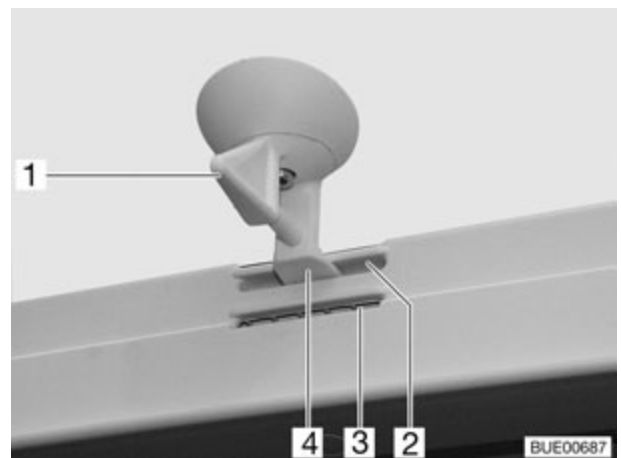
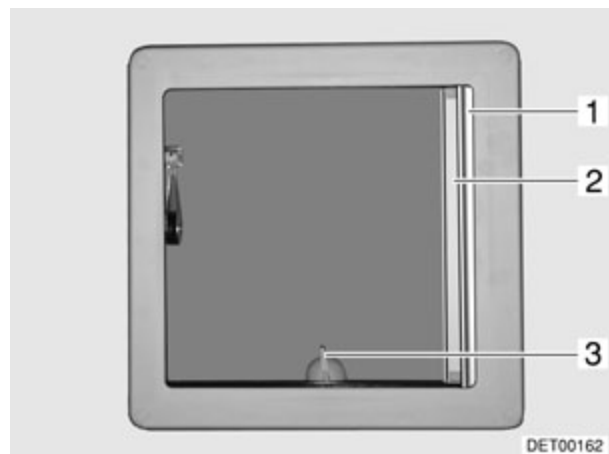

Fig. 41 Claraboya inclinable, bloqueo
Fig. 42 Claraboya inclinable
- Girar la palanca (Fig. 41,1 o Fig. 42,3) un cuarto de vuelta en sentido contrario a las agujas del reloj y empujar hacia arriba la claraboya inclinable por la palanca.
- Tirar hacia abajo la claraboya inclinable por la palanca (Fig. 41,1).
- Girar la palanca un cuarto de vuelta. El cierre (Fig. 41,4) tiene que deslizarse dentro de la apertura inferior (Fig. 41,3).
- Girar la palanca un cuarto de vuelta. El cierre (Fig. 41,4) tiene que deslizarse dentro de la apertura superior (Fig. 41,2).
- Tirar del estor plegable (Fig. 42,1) en el sentido de la flecha y soltarlo en la posición deseada. El estor plegable se queda fijo en esta posición.
- Tirar de la mosquitera enrollable (Fig. 42,2) hasta que encastre en el bloqueo del lado contrario.